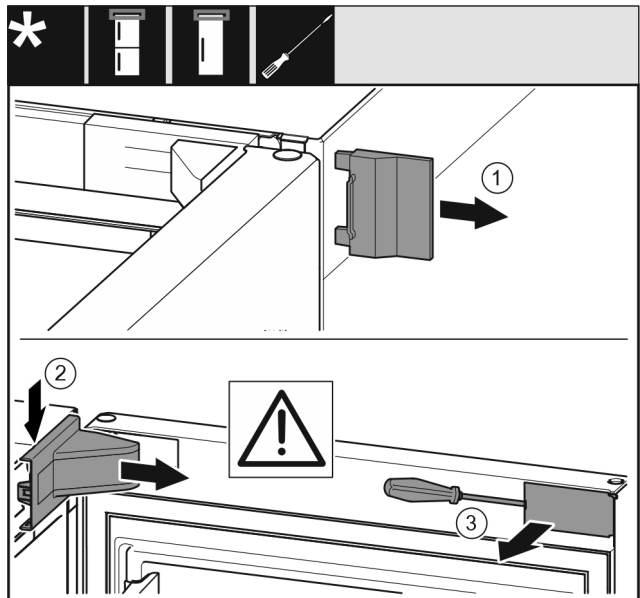

Fig. 9
- ▶ Poista ulompi suojus. Fig. 9 (1)
- ▶ Vapauta laakeripukin suojus lukituksesta ja irrota se. Poista laakeripukin suojus. Fig. 9 (2)
- ▶ Avaa paneelin ruuvit uraruuvimeisselillä ja käännä paneeli sivuun. Fig. 9 (3)